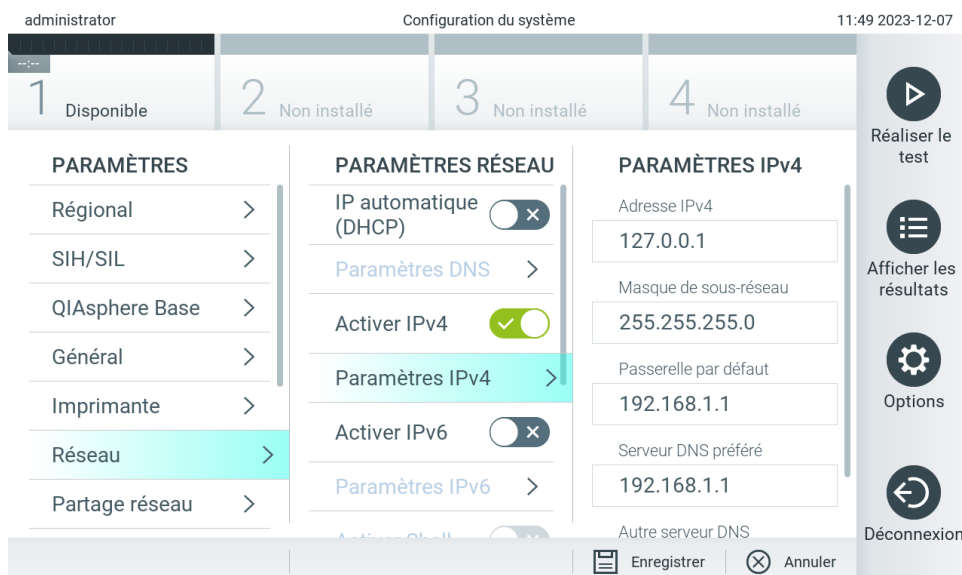

Figure 67. Configuration des paramètres réseau.
2. Sélectionnez Network (Réseau) dans la liste des paramètres de la colonne de gauche (figure 67).